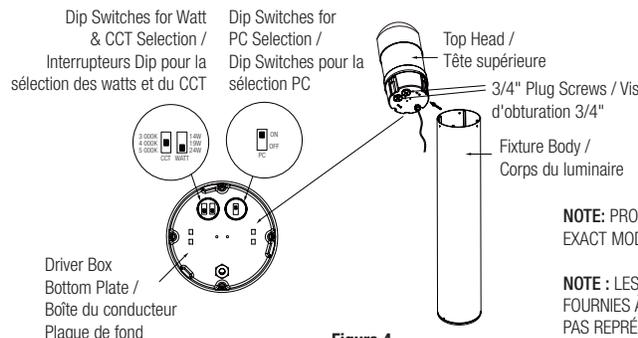

Figure 4
4. Remove the 2# 3/4" plug screws, and select desired wattage & CCT, select desired photocell on/off, through the dial switches on the driver box bottom plate. Fig. 4
4. Retirez les 2 vis à tête cylindrique 3/4" et sélectionnez la puissance et l'intensité lumineuse souhaitées, ainsi que l'activation et la désactivation de la cellule photoélectrique, à l'aide des commutateurs à cadran situés sur la plaque inférieure de la boîte de commande. Fig. 4
- ③ M10*8 Nut x3 / M10*8 Ecrou x3
- ② Anchor Bolt Carrier x1 / Support de boulon d'ancrage x1
- ① M10*8 Nut x3 / M10*8 Ecrou x3